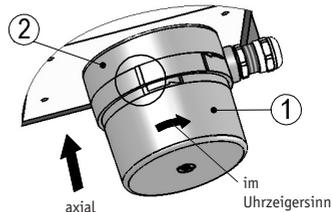

Abb. 7: Schließen
### Schließen (Abb. 7):
- Die Haube (1) so auf das Getriebegehäuse (2) setzen, dass die beiden breiten Markierungen eine Linie bilden.
- Getriebegehäuse (2) festhalten und die Haube (1) im Uhrzeigersinn drehen bis der Bajonettverschluss einrastet und die beiden dünnen Markierungen auf einer Linie sind (Abb. 7).